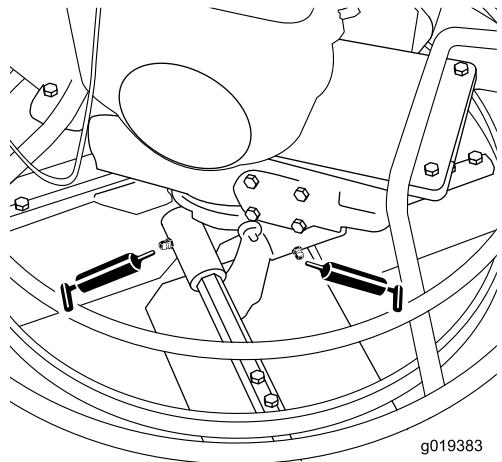
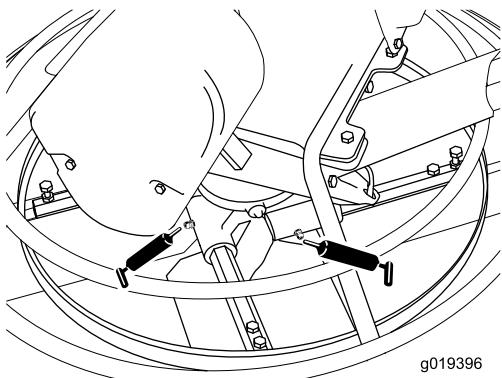

Figure 14
Figure 15
2. Injectez de la graisse à plusieurs reprises dans le graisseur jusqu'à ce qu'elle commence à suinter hors du roulement (Figure 14 et Figure 15).